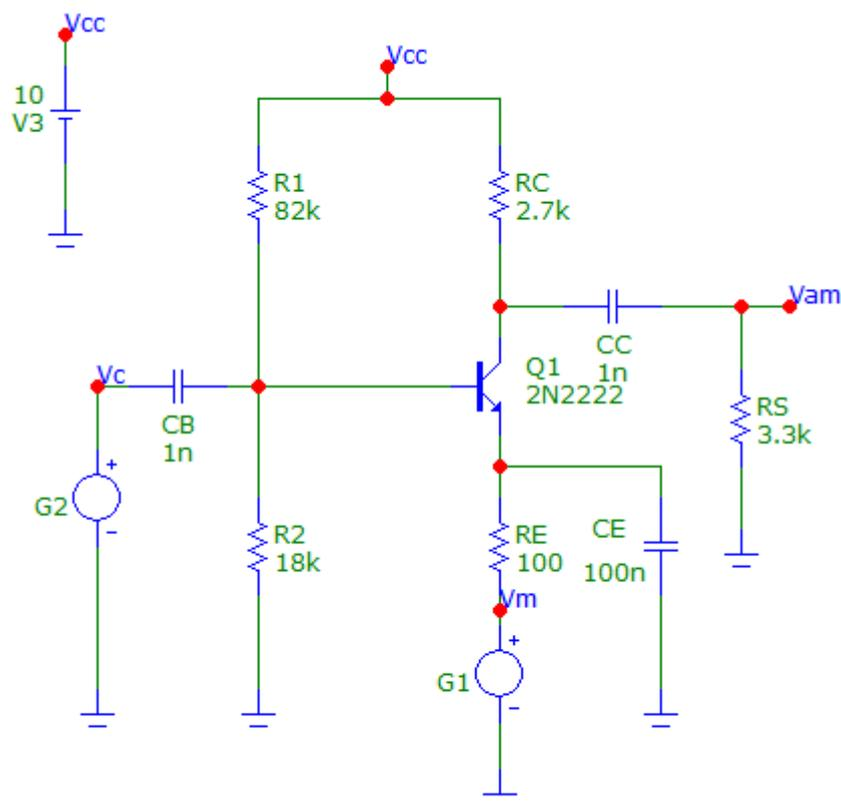
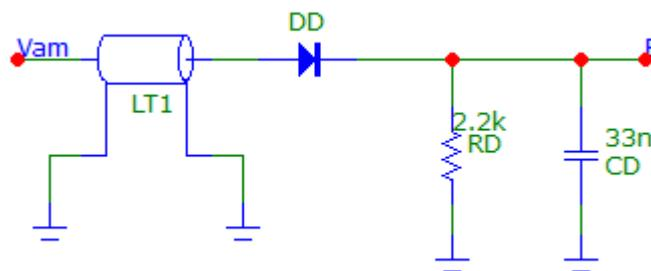

Figura 3.1. Modulador a transistor.
Figura 3.2. Sistema de transmisión.
Realice la simulación del circuito de la figura 3.1, graficando la señal de salida en el tiempo y en el dominio de la frecuencia con las señales indicadas en el punto 2.
1. Arme el circuito mostrado en la figura 3.1, alimentelo usando la fuente de NI ELVISmx Instrument Launcher con 10 V.
7. Arme el circuito demodulador de la figura 3.2 y conéctelo junto con el cable coaxial al modulador de la figura 3.1.
1. ¿Si deseáramos utilizar la voz como señal modulante, que modificaciones se harían al circuito de la figura 3.1?